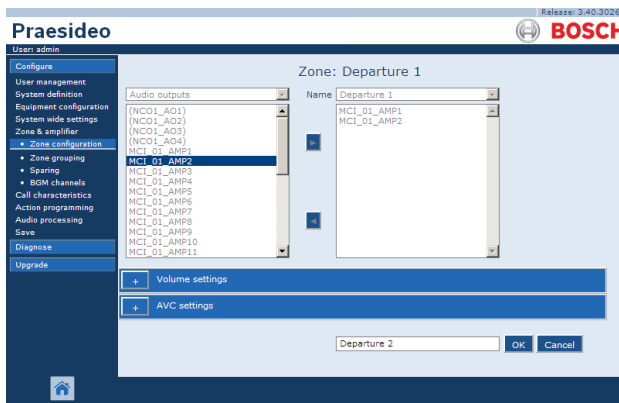

Abbildung 45.4: Neue Zone erstellen, Schritt 2
- 2 Klicken Sie auf die Schaltfläche *Add* (Hinzufügen) und geben Sie den Namen der neuen Zone im Textfeld am unteren Seitenrand ein. Beispiel: *Departure 2* (siehe Abbildung 45.4). Dieser Name kann bis zu 16 Zeichen lang sein.